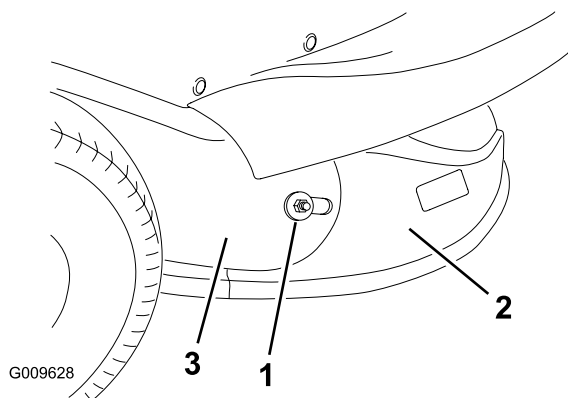

Bild 2
3. Schieben Sie den hinteren Auswurfkanal hinter das Auswurfrohr Bild 2.